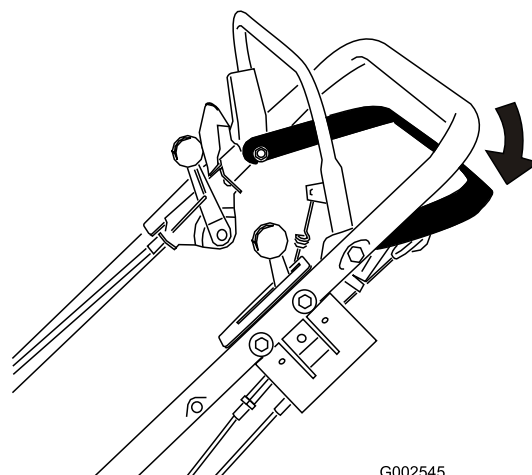

Bild 16
1. Lassen Sie den Fahrantriebsbügel los (Bild 16).